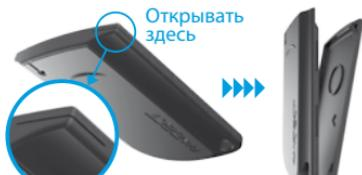

рис.1
- соблюдая осторожность, раскройте корпус радиометки (рис.1);